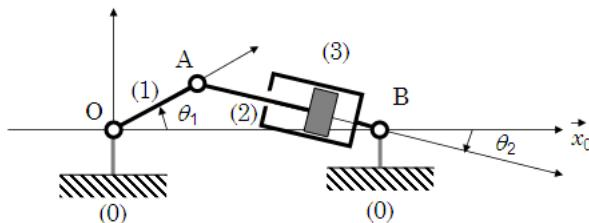

FIG. 5: Schéma de compresseur à piston oscillant.
Le système à piston oscillant représenté figure 5 permet de réduire le problème dû à l'angle résiduel entre la bielle et le piston (2). La rotation de l'ensemble oscillant {piston-cylindre} est paramétrée par l'angle  $\theta_2$  de la figure. L'articulation entre le cylindre (3) et le bâti (0) se fait au point B. La translation relative entre (2) et (3) est paramétrée par la distance AB notée  $x_{32}$ . La longueur OA =  $e$  et la distance OB =  $h$  sont constantes. On pose  $q = \frac{e}{h}$ .